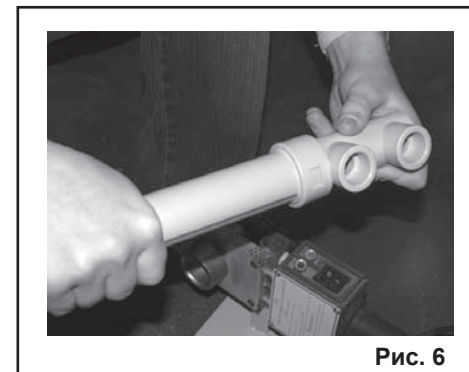

Рис. 6
10.6. По истечению времени извлеките фитинг и трубу из насадок, и как показано на Рис.5-6, без осевого поворота введите трубу в муфту фитинга. Для выполнения качественного сваривания монтаж и корректировка, Рис.6, не должны превышать времени соединения, см. табл.2.